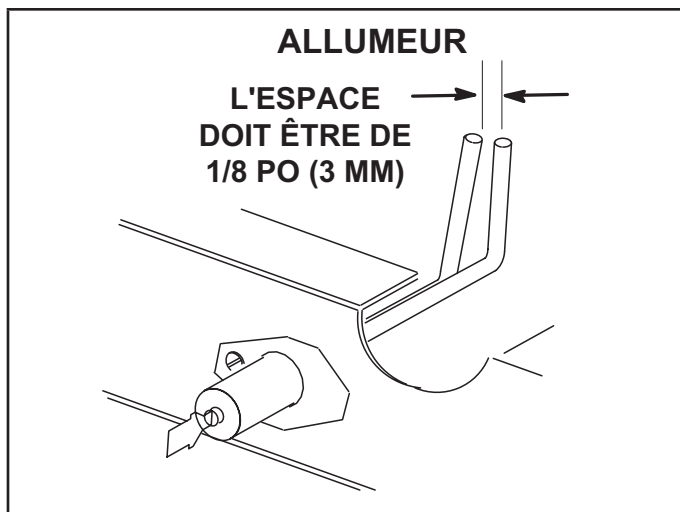

FIGURE 31
- 4 - Localiser l'allumeur sous les brûleurs de gauche. Vérifier l'écartement des contacts à l'aide de mèches hélicoïdales ou de jauges d'épaisseur de la taille appropriée. Voir FIGURE 31.
- 5 - Vérifier l'alignement de l'allumeur et du capteur comme indiqué à la FIGURE 31 et au TABLEAU 13.